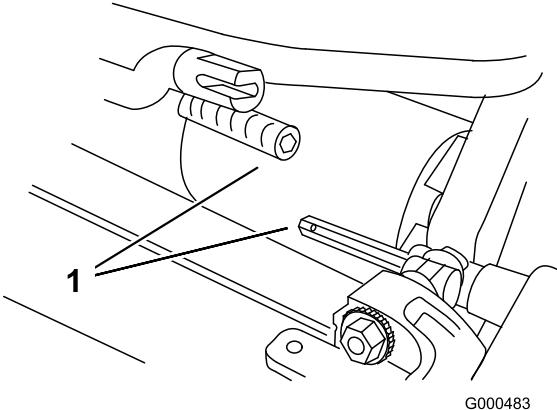

Figura 46
- Tire de la unidad de corte unas 51 mm hacia adelante, y luego a la derecha, para desconectar el acoplamiento de la transmisión (Figura 46).